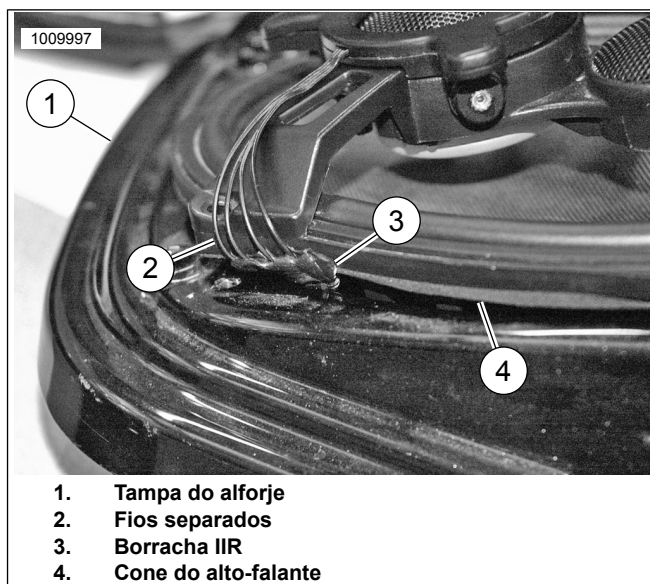

Figura 9.
1. Veja a figura 9. Verifique se a borracha IIR (3) está entre a área dos fios separados (2) e a tampa do alforje (1). Isso deve encapar os fios e vedar o cone do alto-falante (4) na tampa do alforje, evitando a entrada de água.